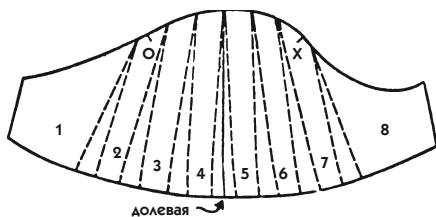

Рис. 656
• Выровняйте линию низа, соединив все полоски; не забудьте отметить засечки X и O (рис. 656).